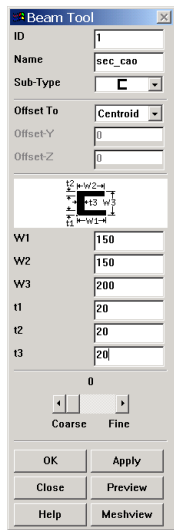

图4.12 BEAM单元截面设置工具
(1) 单击 Main Menu> Preprocessor> Sections> Beam> Common Sections 菜单, 弹出如图 4.12 所示的【Beam Tool】对话框。在【Name】文本框中输入截面名称, 如【sec\_cao】; 在【Sub-Type】下拉列表框中选择 , 槽形截面的几何参数将出现在对话框中, 分别输入【W1】、【W2】、【W3】、【t1】、【t2】和【t3】参数, 单击【OK】按钮即定义了一个截面。